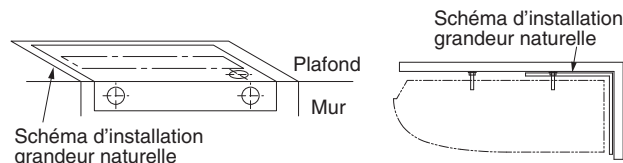

Fig. 3-10
- (2) Si le schéma d'installation grandeur naturelle est plié en angle droit par rapport au plafond et au mur, les emplacements d'arrivée pour la tuyauterie intérieure et le câblage sont choisis et les emplacements de chaque boulon de suspension peuvent également être choisis. Prendre un crayon et marquer les trous à percer (Fig. 3-10).